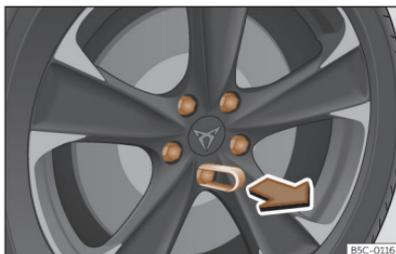

Abb. 232 Rad: Radschrauben mit Deckel.
- Schieben Sie die Kunststoffklammer (Bordwerkzeug >>> (Abb. 202)) so weit auf die Abdeckkappe, bis sie einrastet >>> (Abb. 232).